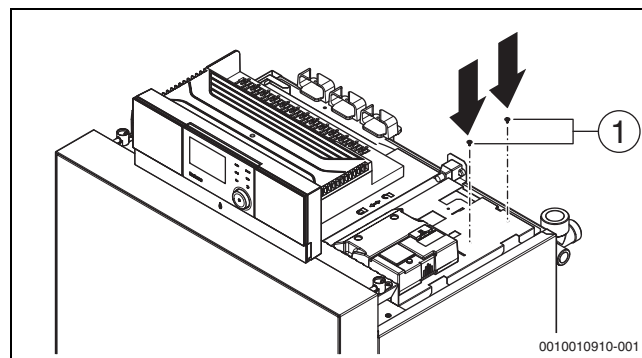

Bild 44 Schrauben eindrehen
- Zwei Schrauben bis auf 1,5 mm in den Modulträger schrauben (→Bild 44, [1]).